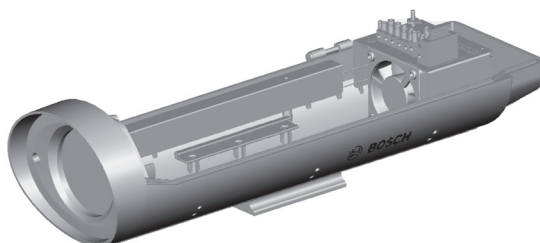

Figura 5.5 Faça deslizar o tabuleiro da câmara/objectiva para dentro do entalhe.
- Faça deslizar o tabuleiro da câmara/objectiva para baixo do entalhe, que se encontra perto da dobradiça da caixa, tal como apresentado na *Figura 5.5*. Faça deslizar o conjunto completo para a frente cerca de 5 mm (0,2 pol.) a partir da parte frontal da janela. Coloque os parafusos nos orifícios adequados.